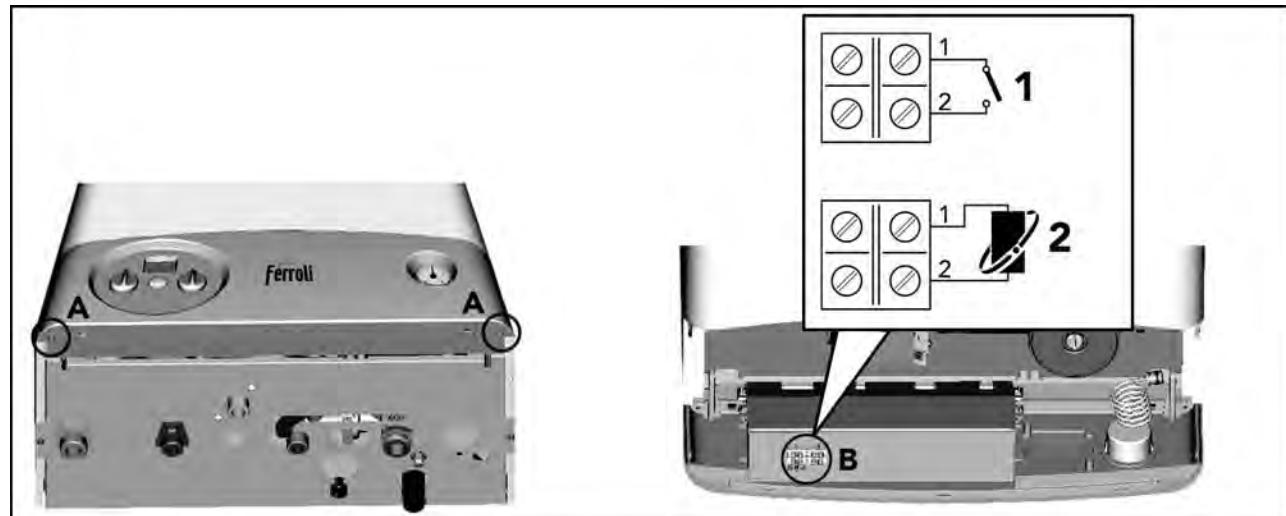

рис. 8 - Доступ к клеммной коробке
Для доступа к клеммной коробке, к которой следует подключать термостат температуры воздуха в помещении поз.1 рис. 8 или устройство дистанционного управления с таймером поз.2 рис. 8, выполните следующие операции:
1. Отвинтите оба винта "A" (рис. 8)
3. Разверните панель управления (рис. 8)
Теперь открыт доступ к клеммной коробке "B" (рис. 8)